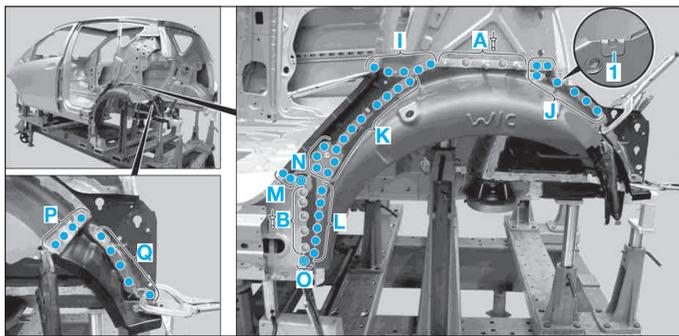

FIG. 143
- Riveter la partie extérieure du passage de roue arrière (rivet Polygrip à tête plate, tête ronde de Ø 6,4 x 14 mm) dans les zones (A) et (B) (Fig.143).